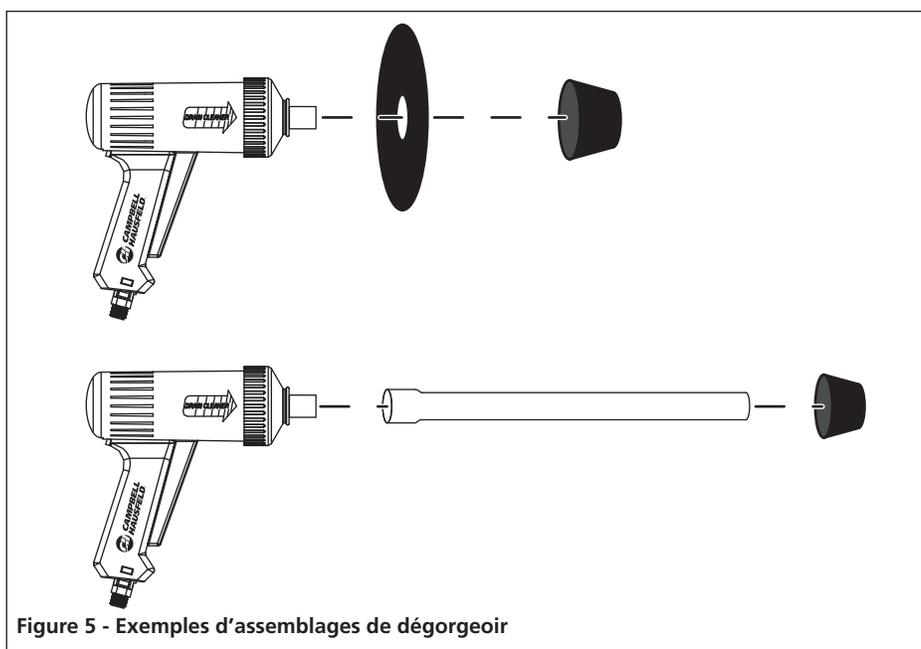

Figure 5 - Exemples d'assemblages de dégorgeoir
**REMARQUE:** Voir des exemples d'assemblages du dégorgeoir à la figure 5, avec et sans le tube de rallonge et le dosseret de protection.